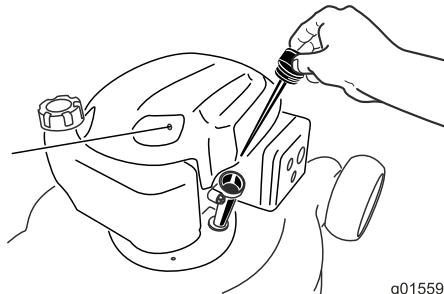

Рисунок 28
6. Извлеките щуп из маслозаливной горловины (Рисунок 28).